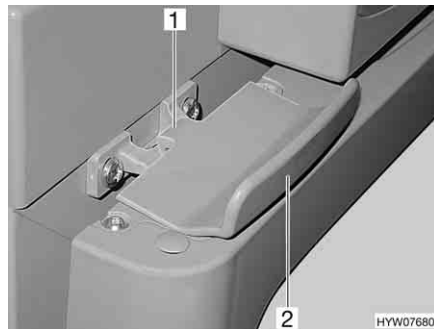

Fig. 235 Dispositivo de bloqueio da porta do frigorífico, fechado (Thetford)
- Abra a porta do frigorífico com o manípulo (Fig. 235,2). O dispositivo de bloqueio (Fig. 235,1) solta-se automaticamente.